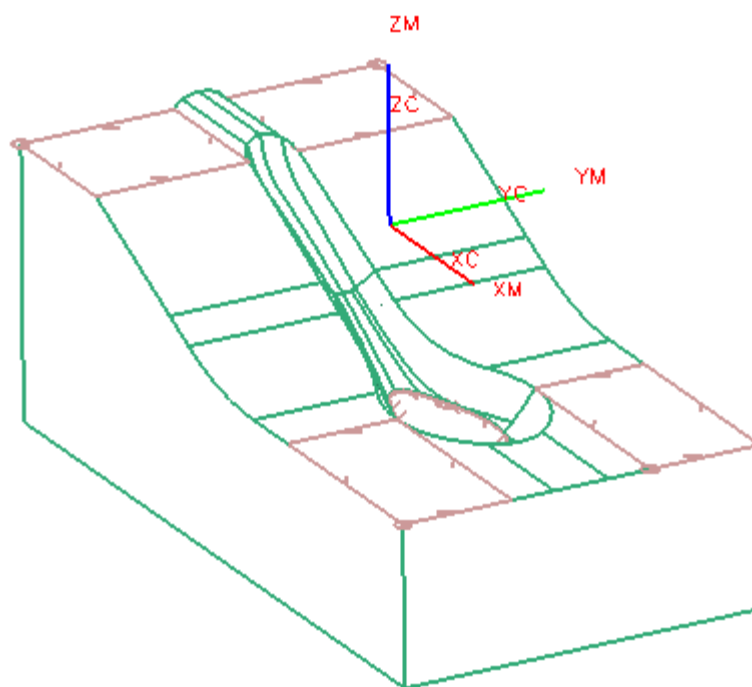

图 9-131
- 在操作对话框中，单击 ，选择如图 9-131 所示的 5 个平表面，单击 OK。